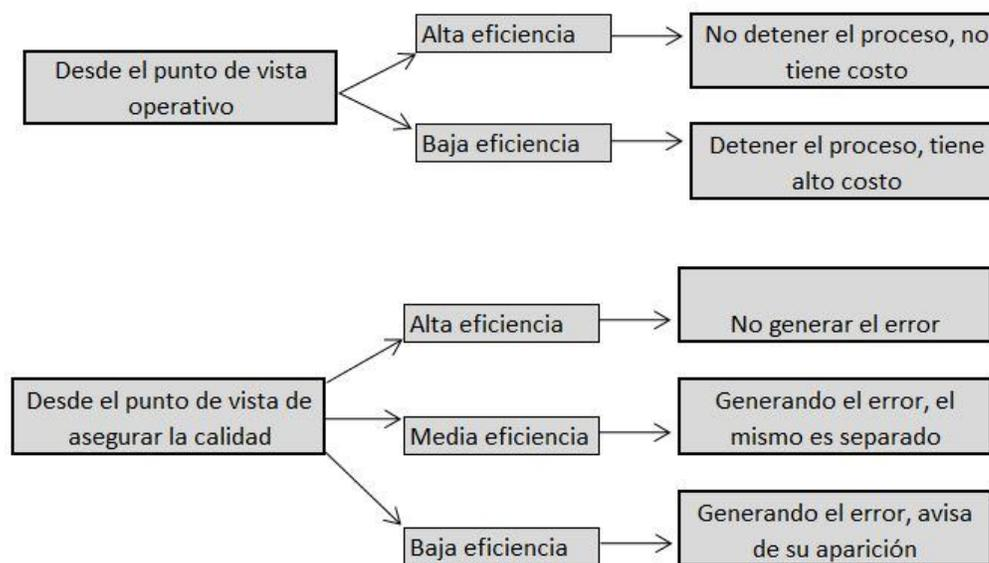

Figura 2 Diferenciación de lo que se hace cuando detecta un error/defecto
c) Separar o avisar: al detectar el defecto, si es separado sería excelente porque no tenemos que tener personal en la línea. Si solo avisa habrá que ir a controlar. No todos los métodos son iguales, algunos evitan, otros separan y otros avisan. Lo más efectivo, como sabemos, es que un Poka Yoke evite generar un error, pero en el intento de lograrlo también puede utilizarse haciendo otro aporte, separando el error o avisando que existe. La siguiente figura (Figura 2) muestra su distinción: